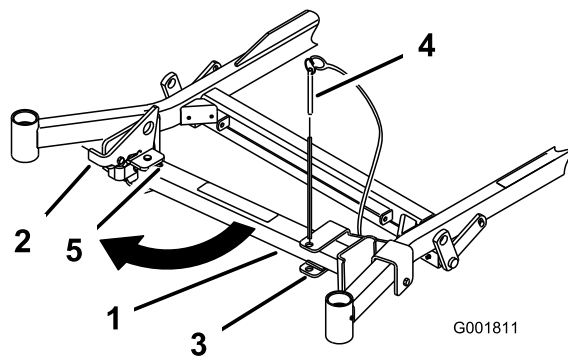
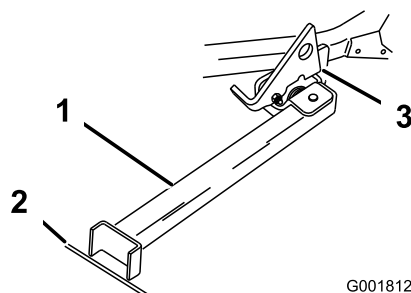

Figura 47
Figura 48
2. Retire o pino do suporte (Figura 47).
4. Rode o pé do apoio e deslize-o em direção à máquina, no fundo da ranhura (Figura 47 e Figura 48).
5. Coloque o pé do apoio no terreno e pouse o trinco na patilha rotativa (Figura 48).
- Nota:** Para obter melhores resultados, coloque o pé do apoio nos passeios ou na relva (Figura 48).
7. Conduza a máquina para o apoio. Pare quando o trinco passar pela patilha para posição bloqueada (Figura 48).
5. Coloque novamente o apoio na posição de descanso (Figura 47).